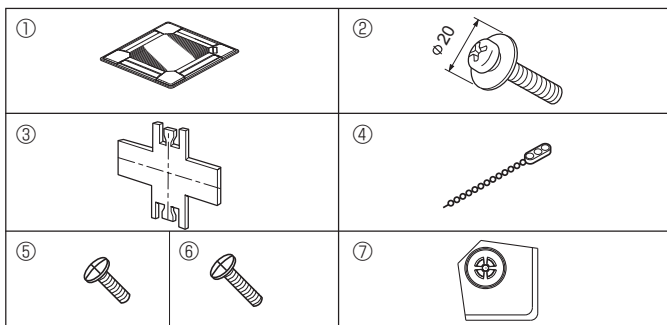

Fig. 6-1
6.1. Überprüfung des Inhalts (Fig. 6-1)